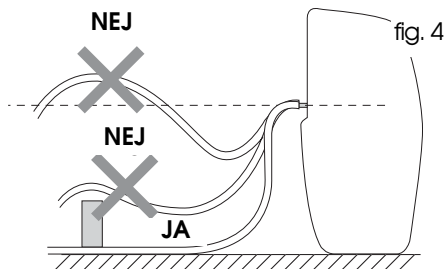

fig. 4
- 3) Vær opmærksom på at slangen ikke føres over et niveau der er højere end tuden. I modsat fald vil vandet forblive inde i tanken. Kontroller desuden at slangen ikke er kvalt eller bøjet. (Fig. 4).